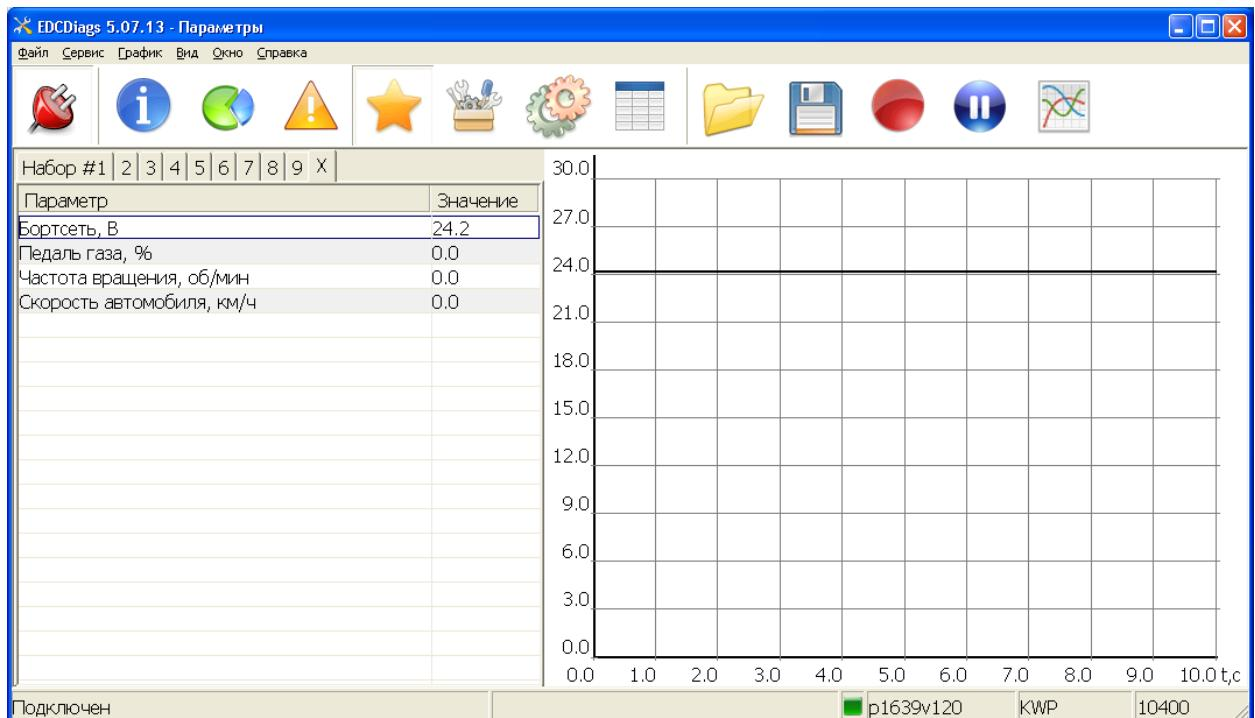

Рис. 3.6.
3.7.1. Открыть вкладку «Параметры»  в основном окне программы EDCDiags (Рис. 3.6.).